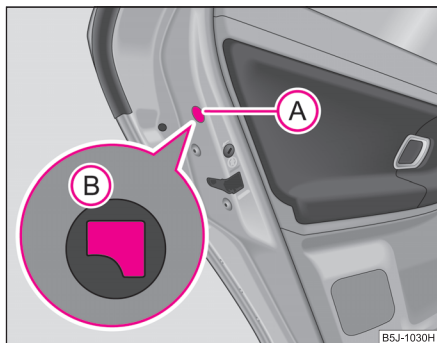

Fig. 24 Încuierea de urgență a ușii
- Îndepărtați capacul **A** ⇒ fig. 24.